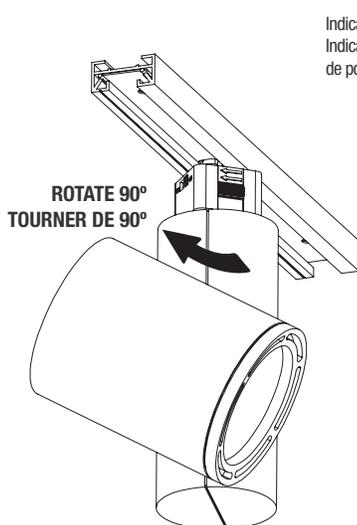
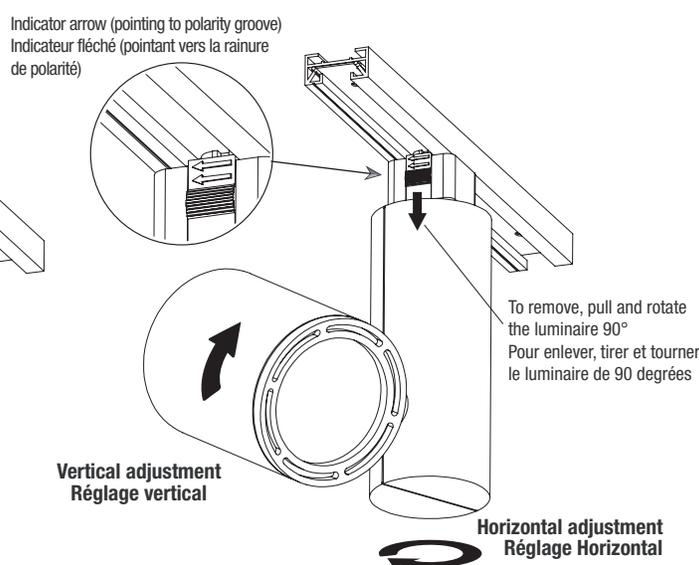
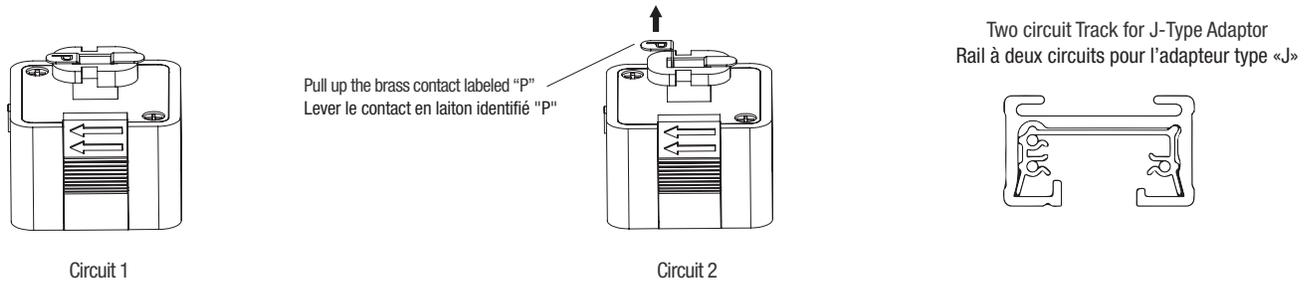

Fig. 2
Fig. 3
Fig. 4
2. All Track fixtures are manufactured with Indicator Arrows designed to point toward the Polarity Groove once installed. See Fig 3.
2. For J-Type, rotate the Track Adaptor 90° (Fig. 2) so that the Indicator Arrow point toward the Polarity Groove once installed (Fig. 3). For H & L Type, polarity groove are in opposite direction, then the indicator arrows point toward the opposite direction (Fig. 4). Pull Adaptor Latch down as you rotate Track Adaptor in order for Latch to clear track edge and allow it to snap into place in the track.
3. Adjust the luminaire into desired position (Fig. 3).
1. To install track fixture into lower circuit of two-circuit track, follow directions for single circuit installation (Fig. 4 Circuit 1).
2. To install track fixture into upper circuit of two-circuit track, raise the Brass Contact labeled "P" by grasping Contact with needle nose pliers and pulling up into position. (Fig. 4 Circuit 2).
2. Tous les luminaires à rail sont fabriqués avec des indicateurs fléchés conçus pour être dirigés vers la rainure de polarité une fois installés. Voir Fig. 3.
2. Pour les adaptateurs «J», tourner l'adaptateur de 90° (Fig. 2) de sorte à ce que l'indicateur fléché pointe vers la rainure de polarité une fois installés (Fig. 3). Pour les adaptateurs «H» et «L», la rainure de polarité est inversée, donc les indicateurs fléchés pointent dans la direction opposée (Fig 4). Tirer la languette de blocage de l'adaptateur vers le bas en le tournant de façon à ce qu'il se désengage du rail et pour lui permettre de se fixer au bon endroit une fois en place dans le rail.
3. Réglez le luminaire dans la position désirée (Fig. 3).
1. Pour installer le luminaire sur le circuit inférieur d'un rail à deux circuits, suivre les instructions pour l'installation sur un rail à un circuit (Fig. 4, Circuit 1).
2. Pour installer le luminaire sur le supérieur d'un rail à deux circuits, lever le contact en laiton identifié "P" avec des pinces à bec effilé et le garder en position verticale (Fig. 4, Circuit 2).